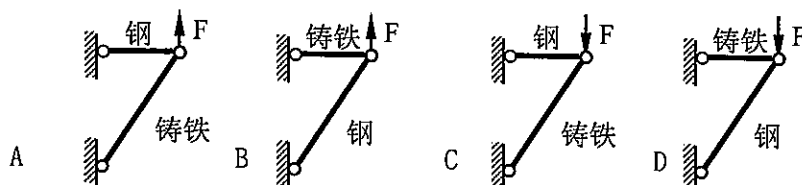

图 10
- 13 从材料力学观点看, 图 10 中桁架受力和选材较为合理的是 ()